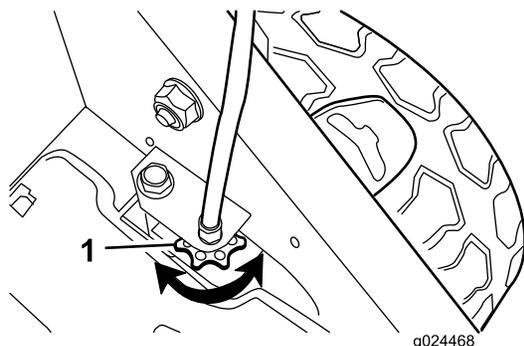

Figura 22
- Si las ruedas no giran al apretar la barra de autopropulsión, la correa de transmisión está demasiado floja. Gire el mando de control de la transmisión de las ruedas (Figura 22) una vuelta en sentido horario y repita los pasos 3 a 5.
- Si las ruedas giran antes de apretar del todo la barra de autopropulsión, la correa de transmisión está demasiado apretada. Gire el mando de control de la transmisión de las ruedas (Figura 22) una vuelta en sentido antihorario y repita los pasos 3 a 5.